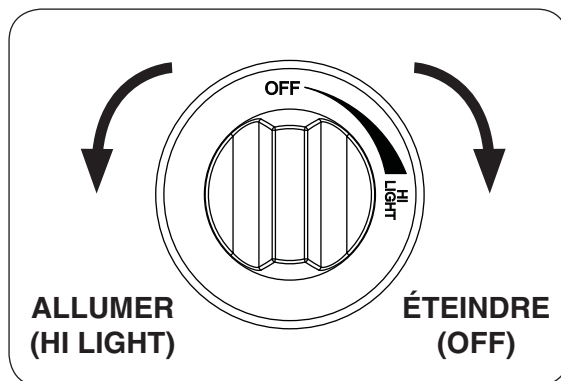

Fig. 38-2
4. **Une fois que le match est en feu et en position**, appuyer sur le bouton de contrôle du gaz et tournez dans le sens antihoraire à la position de **HI LIGHT (allumer)** (voir Fig. 38-2). Votre brûleur devrait s'allumer.
**AVERTISSEMENT:** Si le brûleur ne se allume pas la lumière dans les cinq (5) secondes de tourner le bouton de commande, appuyez immédiatement sur le bouton de commande et tournez dans le sens horaire à la position **OFF (éteindre)**.
**Pour éteindre le brûleur à gaz**, appuyer sur le bouton de contrôle du gaz et tournez dans le sens horaire à la position **OFF (éteindre)** (voir Fig. 38-2). Assurez-vous que le bouton de commande est tourné complètement hors tension pour éviter toute fuite de gaz.